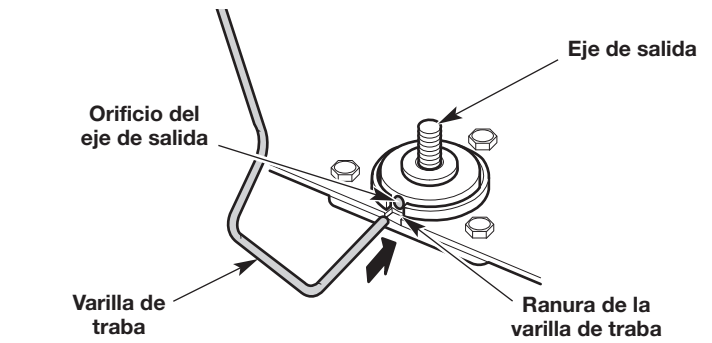

Fig. 23
1. Alinee el orificio del eje de salida con la ranura de la varilla de traba. Inserte la varilla de traba en la ranura de la varilla de traba y en el agujero del eje de salida (Fig. 23).
4. Alinee el orificio del eje de salida con la ranura de la varilla de traba. Inserte la varilla de traba en la ranura de la varilla de traba y en el agujero del eje de salida (Fig. 23).